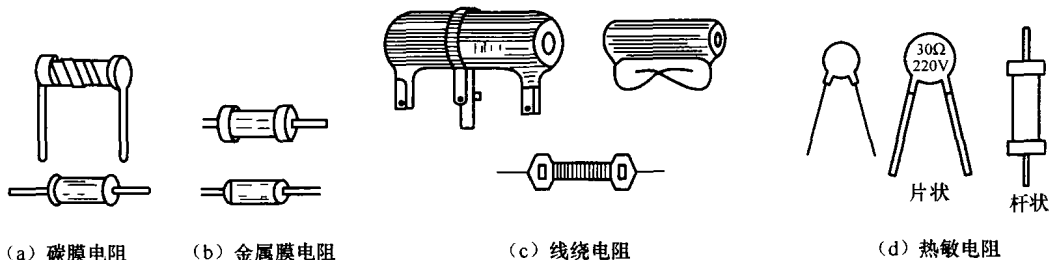

图 1.8 常用固定电阻器外形
① 固定电阻器。固定电阻器简称电阻, 根据材料和工艺不同, 可分为碳膜电阻器 (RT)、金属膜电阻器 (RJ)、线绕电阻器 (RX)、热敏电阻器 (RR)、光敏电阻器 (RG) 等不同类型。各类电阻器的外形如图 1.8 所示。